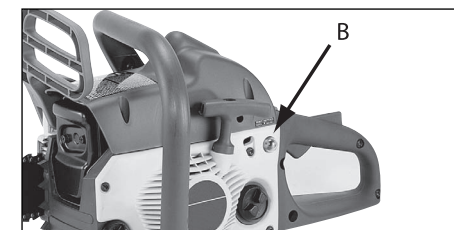

Fig. 9C
3. Push the primer bulb (B) 10 times (Fig. 9C)